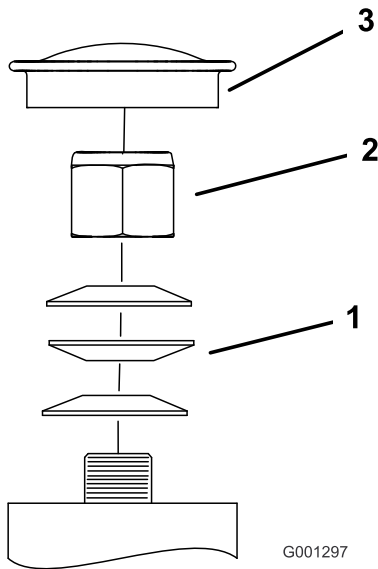

Bild 55
3. Entfernen Sie den Staubdeckel vom Laufrad und ziehen Sie die Sicherungsmutter an (Bild 55).
4. Ziehen Sie die Sicherungsmutter so weit fest, dass die Federscheiben flach liegen und schrauben dann um 1/4 Umdrehung zurück, um die Lager richtig vorzuspannen (Bild 55).
Wichtig: Achten Sie darauf, dass die Federscheiben korrekt wie in Bild 55 dargestellt eingesetzt sind.
5. Setzen Sie den Staubdeckel ein (Bild 55).